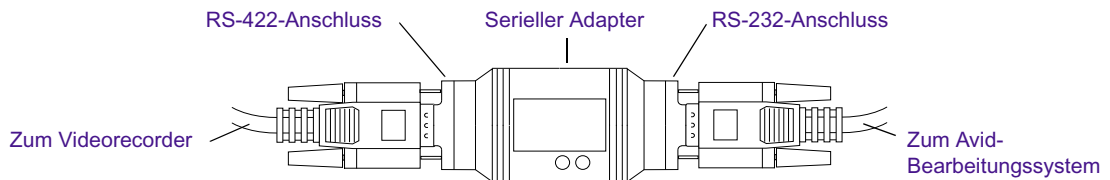

Abbildung 9 Kabelanschlüsse zur Steuerung von Videorecordern
3. Verbinden Sie den anderen Stecker des ersten 9-Pin-Kabels mit dem seriellen Anschluss des Avid-Bearbeitungssystems (siehe Abbildung 9) bzw. mit dem seriellen Anschluss des USB-auf-Seriell-Adapters.